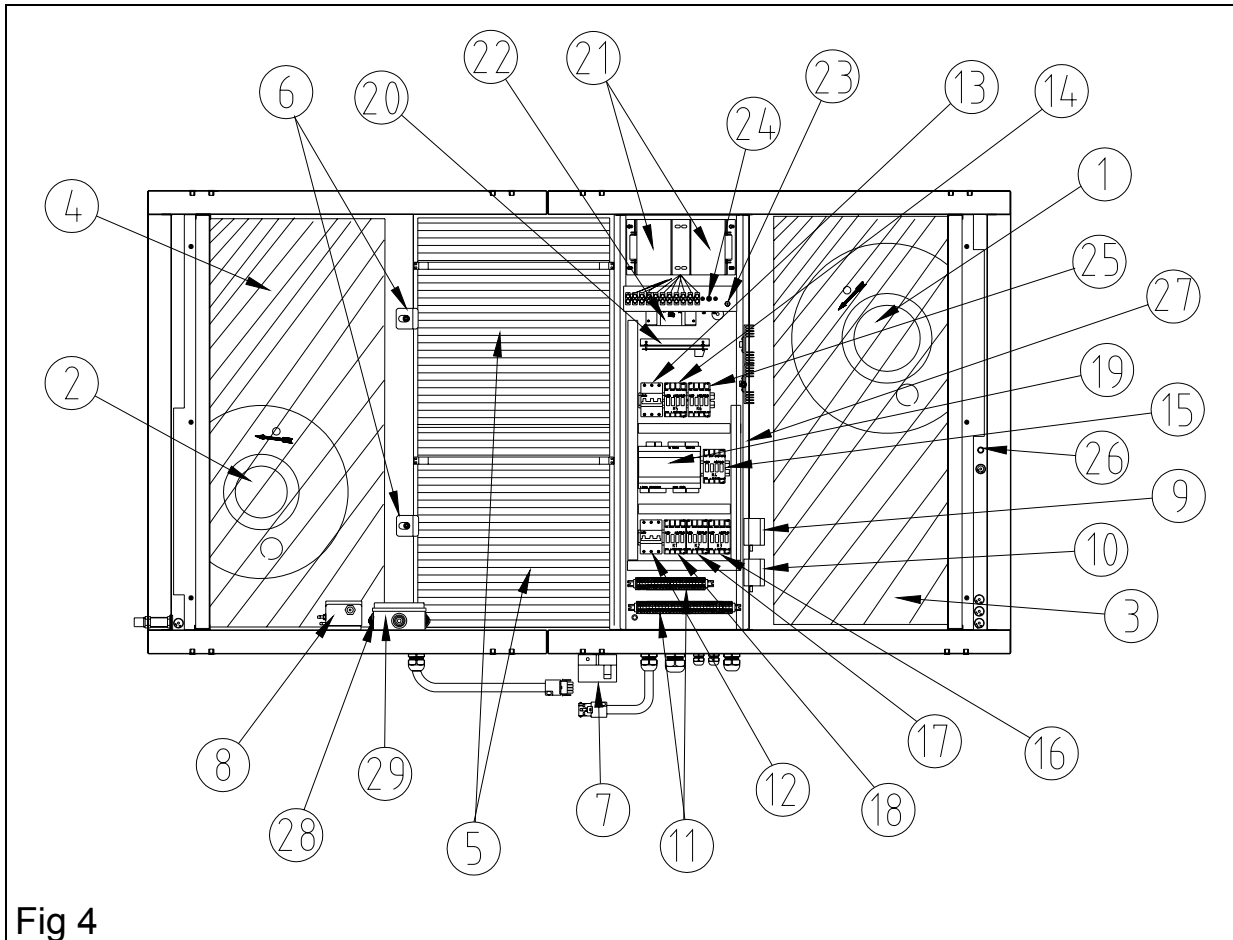

Fig 4
Le panneau de contrôle est livré avec 10 mètres de câble (longueur maxi) pré connecté et se connecte sur le régulateur à l'aide d'un connecteur type RJ45 (à l'intérieur du boîtier de raccordement fig.5 et 6 pos.19). Dévisser les câbles à l'arrière du panneau de contrôle et le passer par les presse-étoupe. Reconnecter ensuite les câbles à l'arrière du panneau de contrôle (**see fig. 4**).
Informations générales en (**fig 4**).